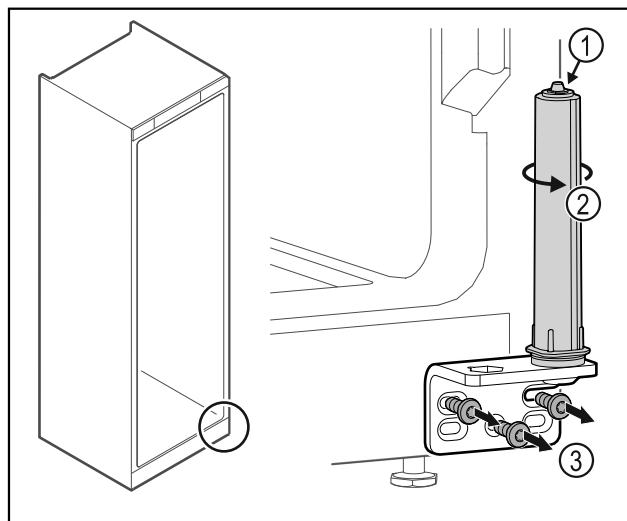

Fig. 18
- ▶ Ne rastavljajte sustav zatvaranja vrata Fig. 18 (1).
- ▶ Okrećite sustav zatvaranja Fig. 18 (2) dok ne klikne.
- ▶ Odvrnite kutne šarke Fig. 18 (3).